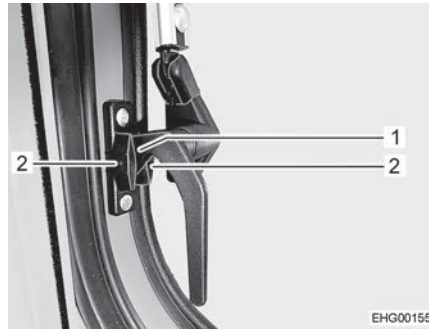

Fig. 64 Levier de verrouillage, latéral, (position "Aération permanente")
- Tourner les leviers de verrouillage latéraux d'un quart de tour vers le bas. Faire passer le tenon de verrouillage (Fig. 64,1) entre les deux moitiés du bloc de verrouillage.